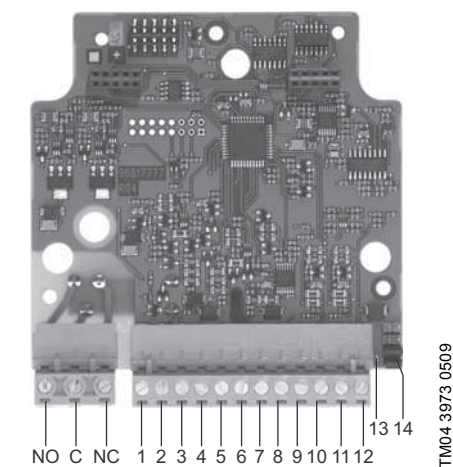

Fig. 1 Modulo IO
Il modulo IO è dotato di due ingressi configurabili. Ciascuno di essi può essere impiegato come ingresso analogico o digitale. Vedere fig. 1, pos. 2 e 4. La configurazione viene effettuata impostando due cavallotti per ogni ingresso.